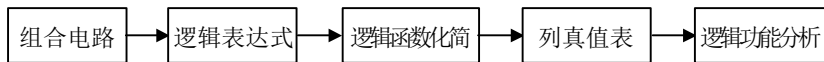

图 17.1 组合逻辑电路分析步骤
3. 组合逻辑电路的分析，就是根据给定的逻辑电路，分析出电路的逻辑功能。通常采用分析步骤如图 17.1 所示。